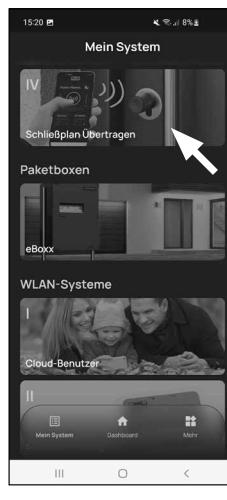

Abb. 1
① Tippen Sie im Menü „Mein System“ auf den Menüpunkt „V - Schließplan übertragen“ (Abb. 1).